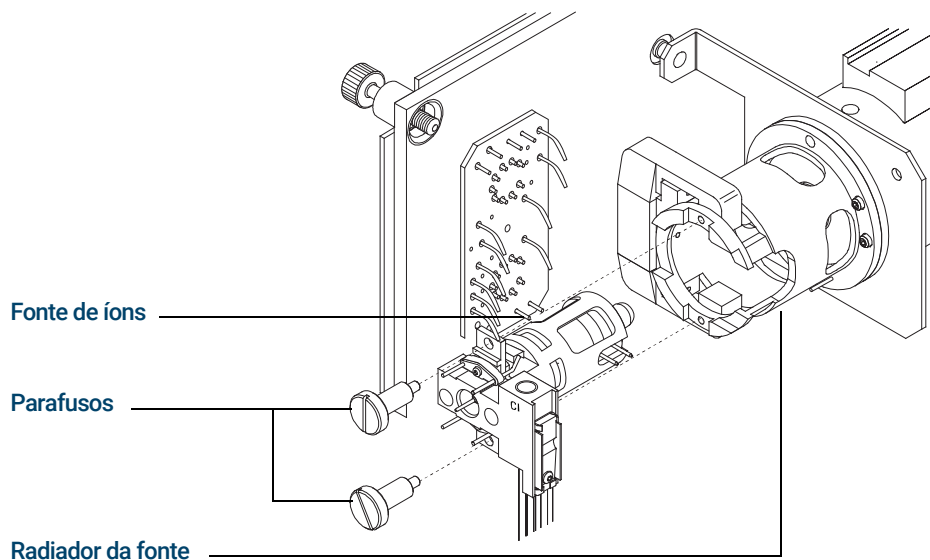

Figura 77. Instalação da fonte CI
- 3 Deslize a fonte CI para dentro do radiador. (Consulte **Figura 77**.)
- 4 Instale os parafusos de aperto manual. (Consulte **Figura 77**.)